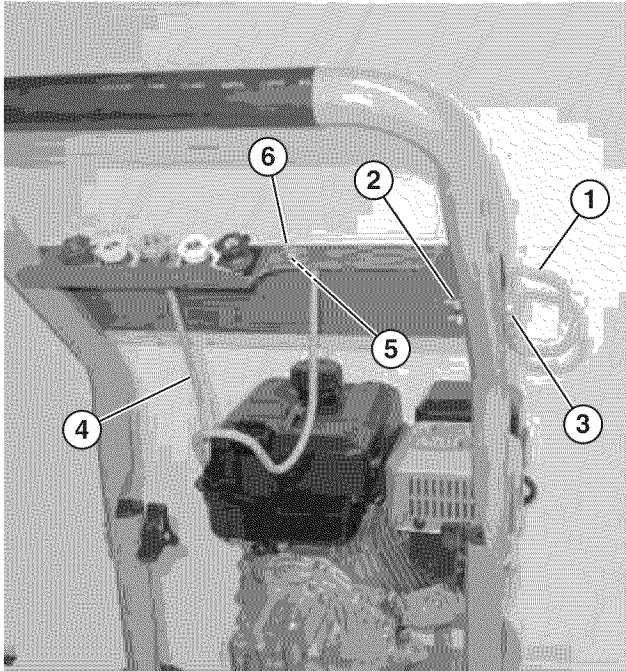

Figura 22 – Instalación del soporte de pistola atomizadora y el soporte de la manguera
8. Instale el soporte de pistola atomizadora con las dos tuercas y los pernos (M6) del soporte de pistola atomizadora. Apriételos bien (Ver Figura 22).
9. Instale el soporte de la manguera con las dos tuercas y los pernos (M6) del soporte de la manguera. Apriételos bien (Ver Figura 22).